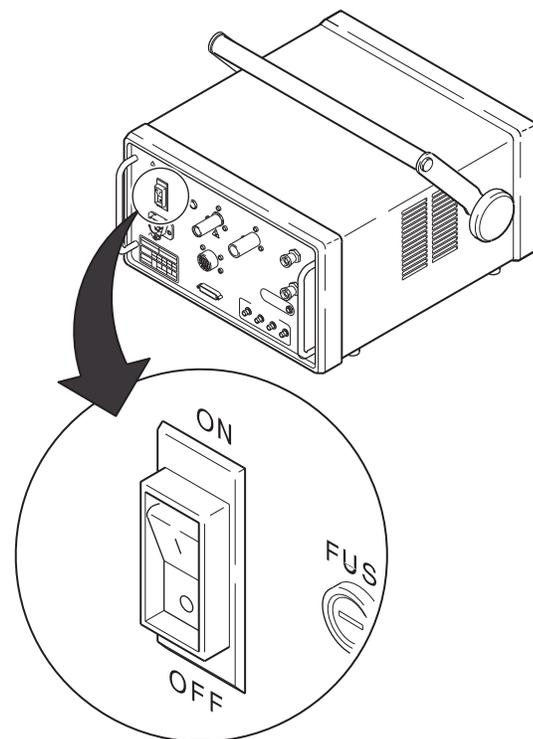

Figure 4 Éteindre le disjoncteur
5. Éteindre le disjoncteur de l'unité d'alimentation au dos de l'appareil. Voir la Figure 4.